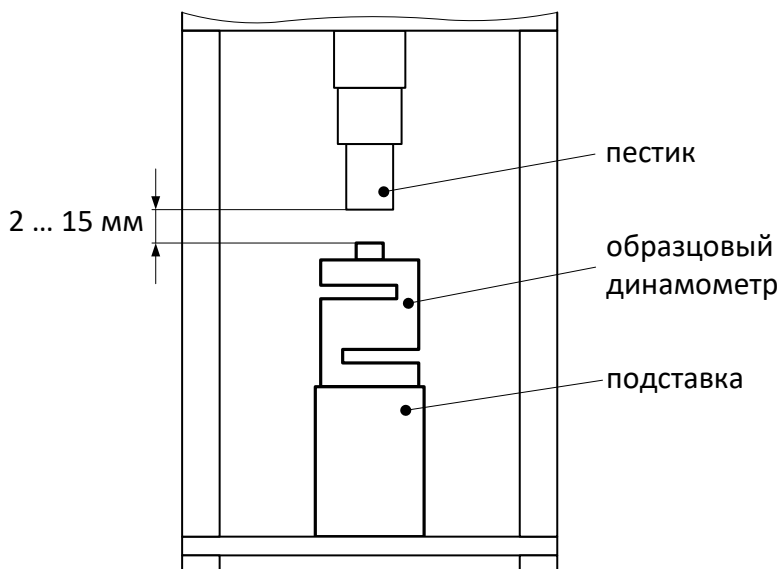

Рисунок 19 – Установка образцового динамометра
5.5.3 Установить под пестик образцовый динамометр таким образом, чтобы между пестиком в верхнем положении и динамометром был зазор от 2 до 15 мм (рисунок 19). Поверхности динамометра, подставки и места установки подставки должны быть чистыми и ровными. Контакт с динамометром должен проходить через центр пестика.